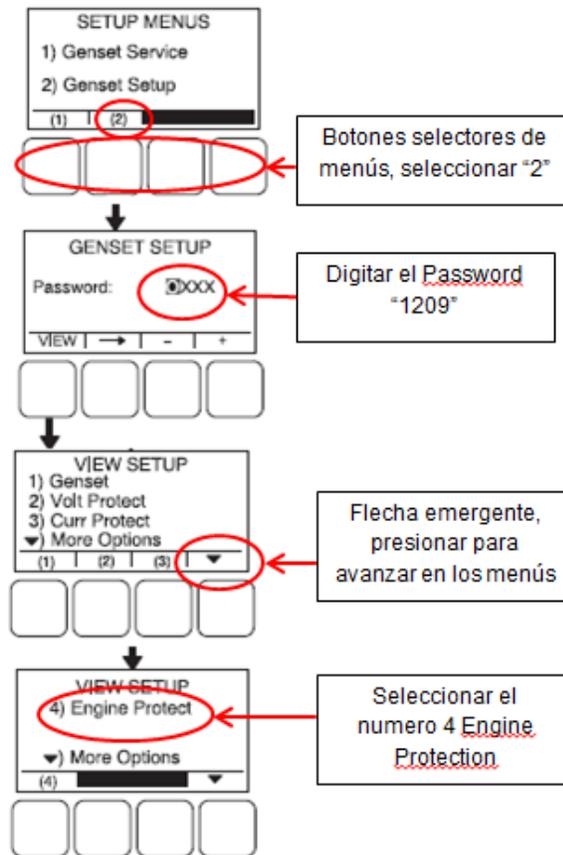

Figura 14. Menú programación baja presión
Para realizar la programación de los parámetros LOP Shutdown Threshold (umbral de parada por presión baja del aceite) y LOP Shutdown Time Delay (retardo de parada por presión baja del aceite), se debe proceder de la siguiente manera ver Figura 14:
- En la pantalla de la Figura 14 se visualiza una solicitud de código, por lo tanto, se debe ingresar el password 1209 para lograr configurar los parámetros.
Para realizar la programación de los parámetros HCT Warning Threshold (umbral de advertencia de alta temperatura del refrigerante) y HCT Warning Time Delay (retardo de advertencia de alta temperatura del refrigerante), ver Figura 14. Se debe proceder de la siguiente manera:
- En la pantalla de la Figura 14 se visualiza una solicitud de código, por lo tanto, se debe Ingresar el password 1209 para lograr configurar los parámetros.
Para realizar la programación de los parámetros HCT Shutdown Threshold (umbral de advertencia de alta temperatura del refrigerante) y HCT Shutdown Time Delay (retardo de advertencia de alta temperatura del refrigerante), ver Figura 14. Se debe proceder de la siguiente manera:
- En la pantalla de la Figura 14 se visualiza una solicitud de código, por lo tanto, se debe Ingresar el password 1209 para lograr configurar los parámetros. Figura 14.